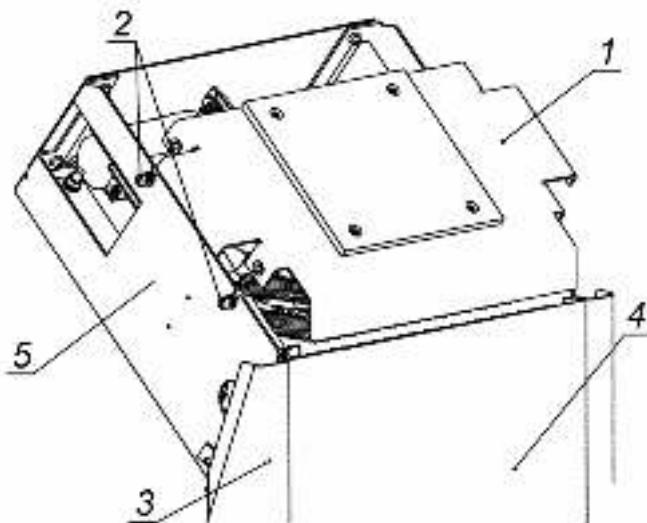

Рисунок 12. Стойка ЭП со снятой крышкой
4. Установите гильзы анкеров (15) в выполненные в полу отверстия так, чтобы они не выступали над поверхностью пола.
6. Снимите крышку ЭП (2). Порядок снятия крышки см. в разд. 6.
7. Снимите заднюю стенку ЭП (4, рис. 12). Для этого смещайте ее вверх вдоль стойки ЭП, до тех пор, пока она не выйдет из зацепления со стойкой. Задняя стенка снабжена двумя парами защелков, расположенными в ее верхней и нижней частях.